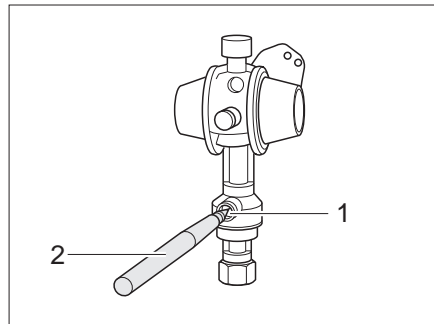

Bild 88 Crash-Sensor
- Mit einem Stift (Bild 88,2) den Entsicherungsknopf (Bild 88,1) mehrere Sekunden eindrücken.